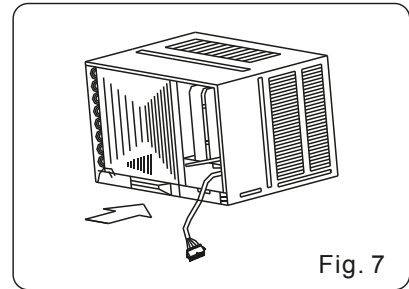

Fig. 7
3. Das Gerät wieder in das Gehäuse schieben (Fig. 7).